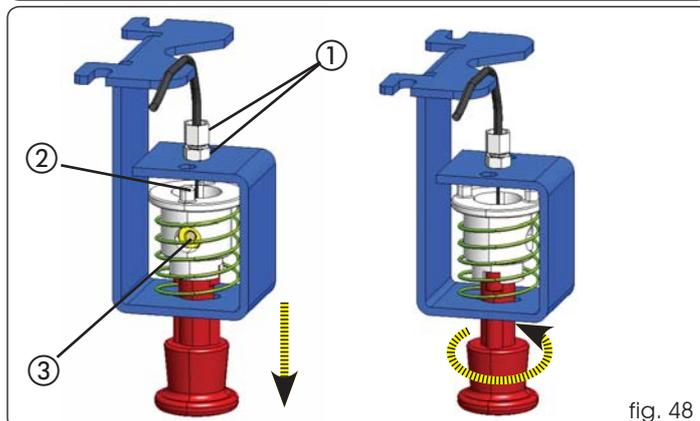

fig. 48
Visser le dispositif de réglage sur la patte, avec l'écrou de blocage correspondant, d'après la fig. 48 réf. ①.
Introduire le câble en acier à l'intérieur du dispositif de réglage ; le faire passer à l'intérieur du dispositif de déverrouillage (fig. 48 réf. ②).
- Bloquer le câble en acier avec l'étau prévu à cet effet et serrer la vis (fig. 48 réf. ③).
- Bloquer la poignée en la tirant et en la tournant de 90° et contrôler qu'elle ne revient pas dans la position d'origine (fig. 48).
- Si des réglages sont nécessaires, agir sur le dispositif de réglage de la patte de la poignée (fig. 48 réf. ①).